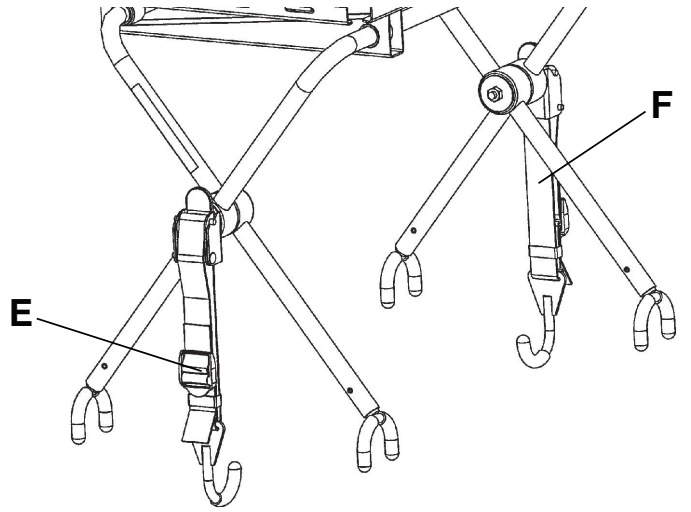

Figura 29 – Acoplamiento de la plataforma para el desfibrilador a la camilla
- Fije las correas (E) para sujetar el desfibrilador sobre su plataforma (Figura 29).